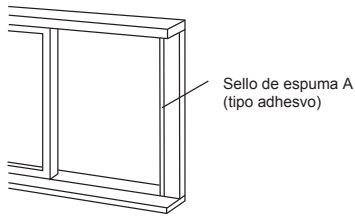

Fig. 12
1. Corte el sello de espuma (tipo adhesivo) a la longitud adecuada y adjúntelo al marco de la ventana. Ver Fig. 12.